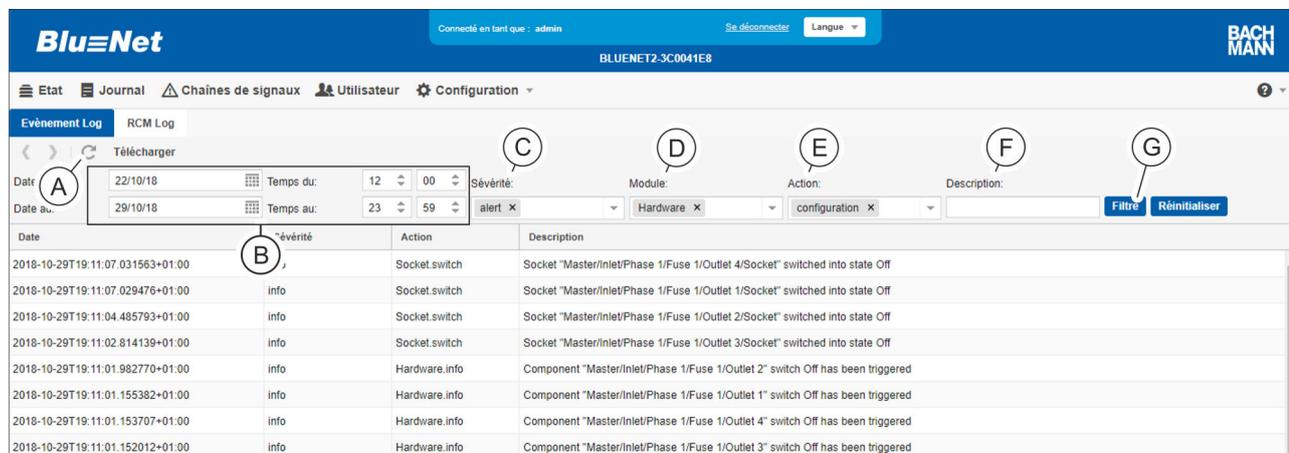

Fig. 121 : Définition des filtres
- Date et heure (Fig. 121 / A)
- Sévérité (Fig. 121 / C)
- Module (Fig. 121 / D)
- Action (Fig. 121 / E)
- Description (Fig. 121 / F) (champ de texte libre)
2. Cliquer sur le bouton « *Filtrer* » (Fig. 121 / G).